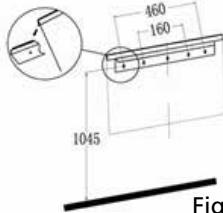

Fig. 4
- For optimal visning skal du markere de fire øverste skruer, der fastgør positionerne på væggen i overensstemmelse med de anbefalede fastgørelsesmål – se fig.4..
- Løft varmeapparatet forsigtigt op, og sorg for, at den øverste bageste kant af varmelægemet passer ind i det lange vægbeslag (se fig. 4 i cirkel) og sidder centralt.